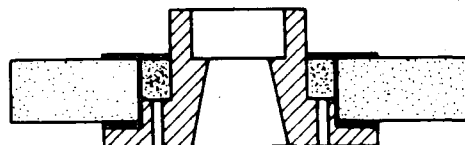

Fig. 2
- b Coloque o rebolo sobre o cubo flange (fig. 2).